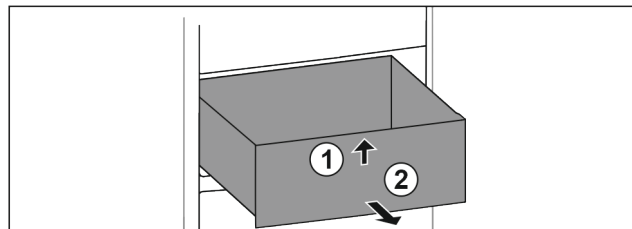

Fig. 54
- ▶ Unieść szufladę z przodu. Fig. 54 (1)
- ▶ Wyjąć szufladę do przodu. Fig. 54 (2)